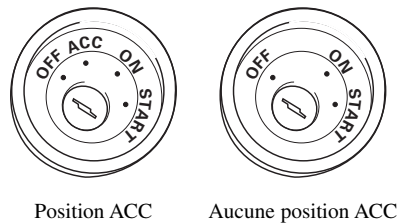

Fig. 1
- Si cette unité est installée dans un véhicule dont le contacteur d'allumage n'a pas de position ACC (accessoire), le fil rouge de l'unité doit être connecté à une borne couplée aux opérations de marche/arrêt du contacteur d'allumage. Sinon, la batterie du véhicule peut se décharger lorsque le véhicule n'est pas utilisé pendant plusieurs heures. (Fig. 1)